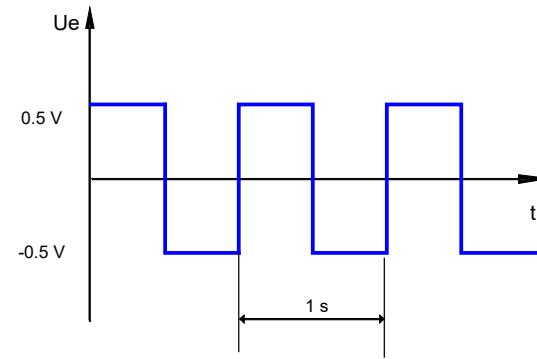

Figura 2
3. Si la tensión de entrada  $Ue$  es la indicada en la figura 2, representar en una misma gráfica la evolución temporal de la tensión  $Us1$  y dicha entrada.